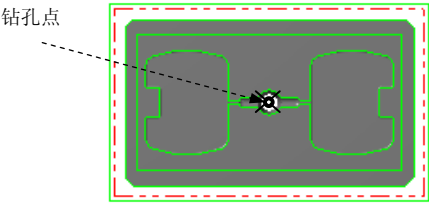

图 20.21 钻孔点
Step1. 选择下拉菜单  命令，选取图 20.21 所示圆的中心点为钻孔点，在“选取钻孔的点”对话框中单击按钮，完成选取钻孔点的操作。同时系统弹出“2D 刀具路径 - 钻孔/全圆铣削 深孔钻-无啄孔”对话框。